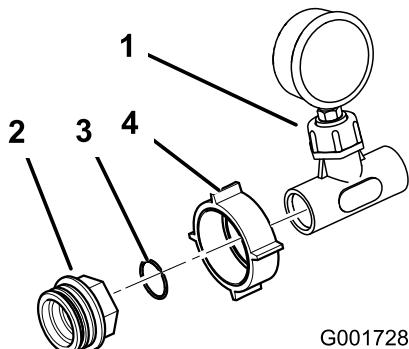

Figura 13
12. Instale a porca de plástico grande no indicador de pressão e T. Instale um anel de retenção de plástico e adaptador no conjunto como se mostra em Figura 13.